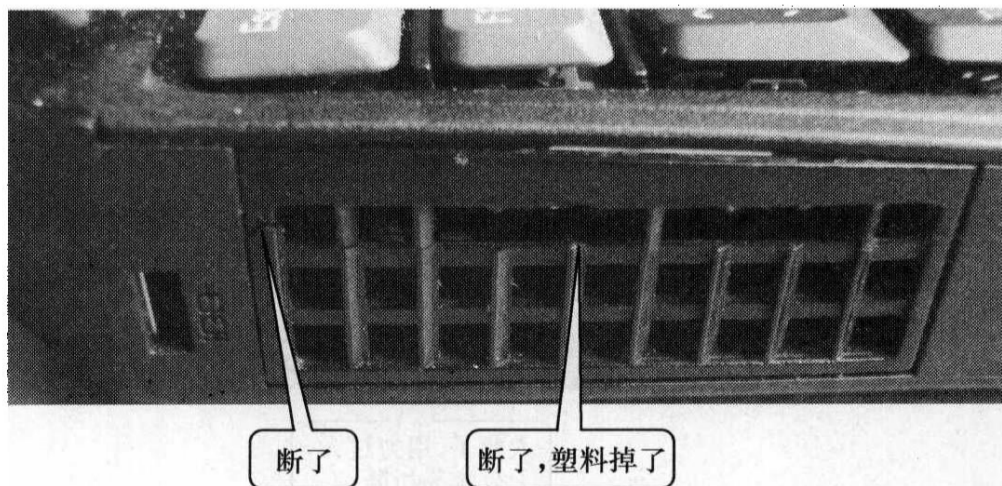

图 1-1 手按坏外壳
(1) 拆装其面板时，由于手按在下面的外壳的薄弱处（排风孔），造成下面的外壳损坏，如图 1-1 所示。